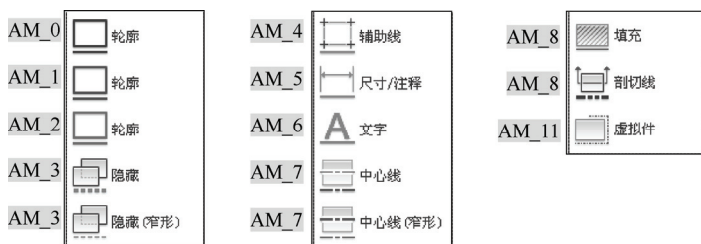

图 6-3 AutoCAD Mechanical 的基本图层
- ☑ 面板：在“常用”选项卡的“图层”面板中单击轮廓及其下拉菜单按钮。单击下拉菜单按钮, 会出现 AutoCAD Mechanical 的 13 种基本图层，如图 6-3 所示。